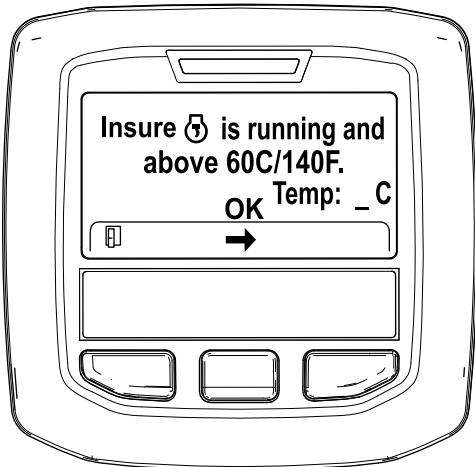

Bild 33
5. Wenn die Kühlmitteltemperatur unter 60°C liegt, wird die Meldung „Insure is running and above 60C/140F“ angezeigt (Bild 33).